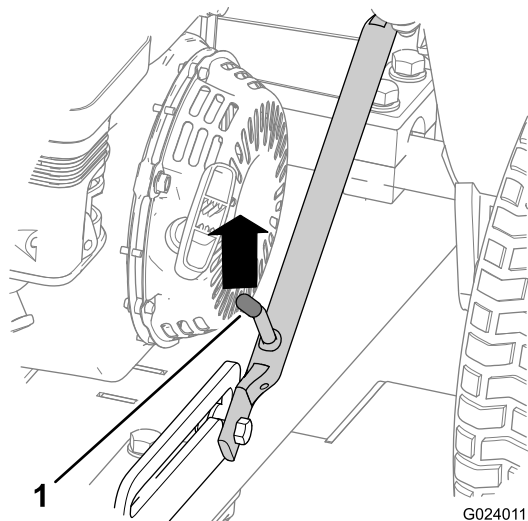

Bild 17
1. Drücken Sie die Anbauvorrichtung nach oben, bis der Sperrhebel aus der seitlichen Arretierung entriegelt ist (Bild 17).
5. Heben Sie die Anbauvorrichtung (**Bild 22**) an, bis der Sperrhebel in der seitlichen Arretierung einrastet (**Bild 17**).